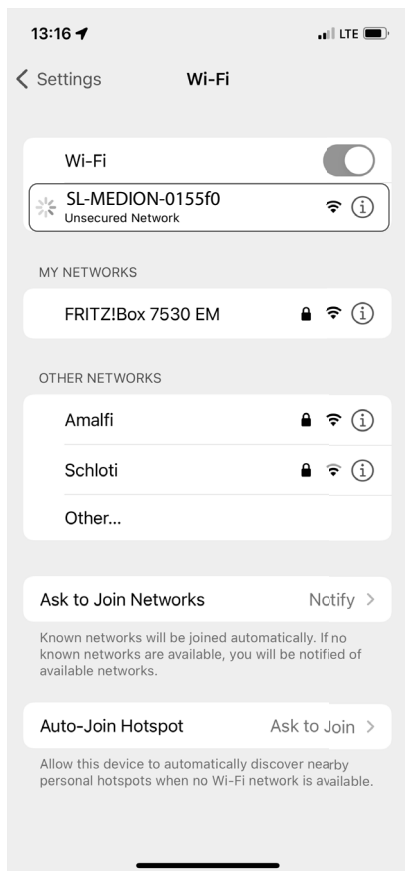

Fig. 7
- ▶ Ahora seleccione la red del robot aspirador en «Redes disponibles» en su *smartphone/tablet* **SL-MEDION-XXX** (fig. 7).